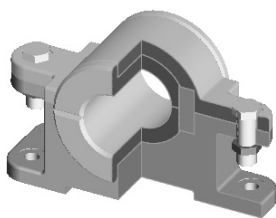
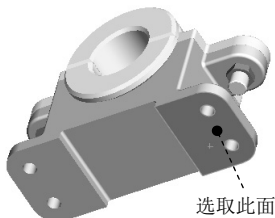
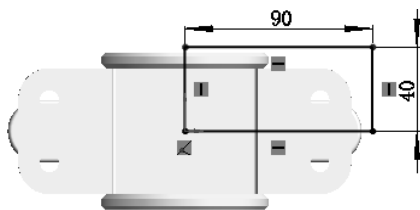

图 4.6.16 添加装配体特征
图 4.6.17 选取基准面
图 4.6.18 横断面草图
Step3. 添加图 4.6.16 所示的装配体特征。
(1) 选择命令。选择下拉菜单 **插入(I)** → **装配体特征(S)** → **切除(C)** →  **拉伸(E)...** 命令。
(2) 绘制横断面草图。选取图 4.6.17 所示的模型表面为草图基准面, 绘制图 4.6.18 所示的横断面草图, 然后单击  按钮, 退出草图绘制环境。